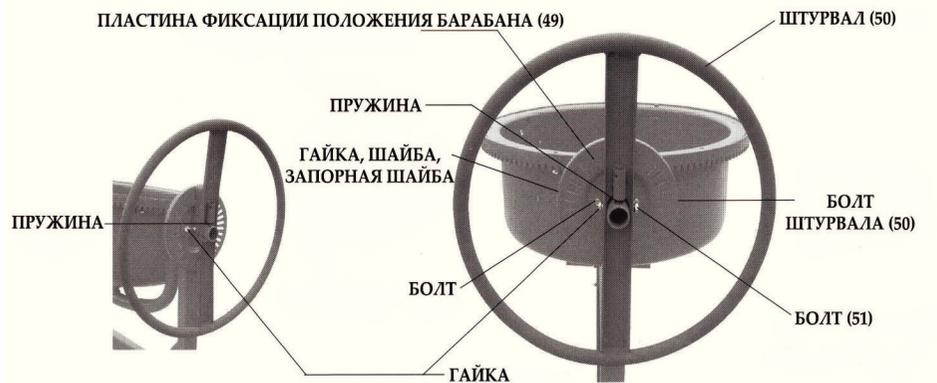

рис. 4
- установите пластину фиксации положения барабана (49) на правой стальной втулке (15) с помощью двух болтов снаружи. Укрепите изнутри запорной шайбой, закрепляющей шайбой и гайкой
- прикрепите штурвал (50) к оси правой стальной втулки (15), как на рис. 4.